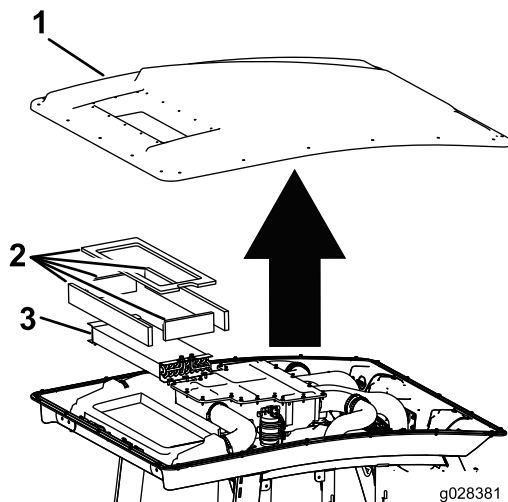

Figura 55
3. Togliete il tetto della cabina rimuovendo i 22 bulloni che fissano il tetto (Figura 55).
4. Togliete i filtri dell'aria (Figura 55).
5. Rimuovete e pulite le serpentine refrigeranti (Figura 55).